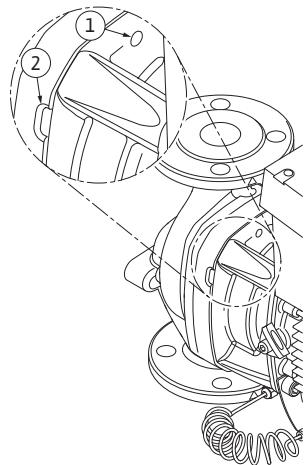

Fig. 53: Резьбовые отверстия и шлицы для отжатия съемного блока от корпуса насоса
13. Съемный блок (см. Fig. 13) отжать от корпуса насоса. Для этого рекомендуется использовать два резьбовых отверстия (Fig. 53, поз. 1) — прежде всего для отсоединения опорной части. С этой целью ввернуть подходящие винты в резьбовые отверстия. После ослабления крепления съемного блока можно дополнительно использовать для отжатия шлицы (Fig. 53, поз. 2), расположенные между корпусом насоса и фонарем (напр., вставить в них две отвертки в качестве рычагов). После перемещения отжатия прибл. на 15 мм съемный блок выходит из корпуса насоса.